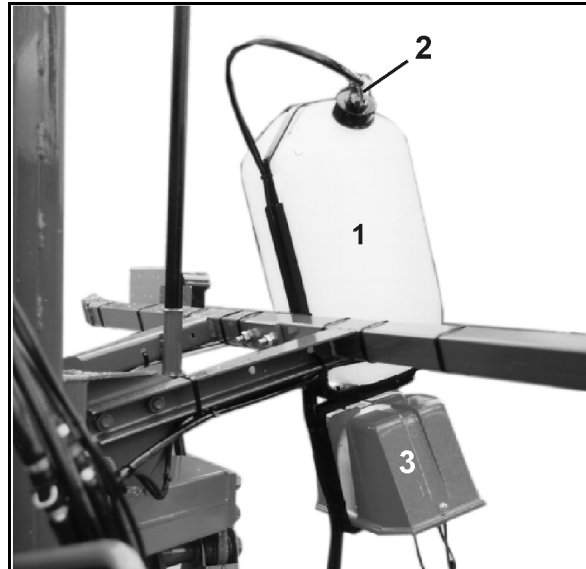

Fig. 123
- **Super-S-Gestänge Fig. 123/...:**